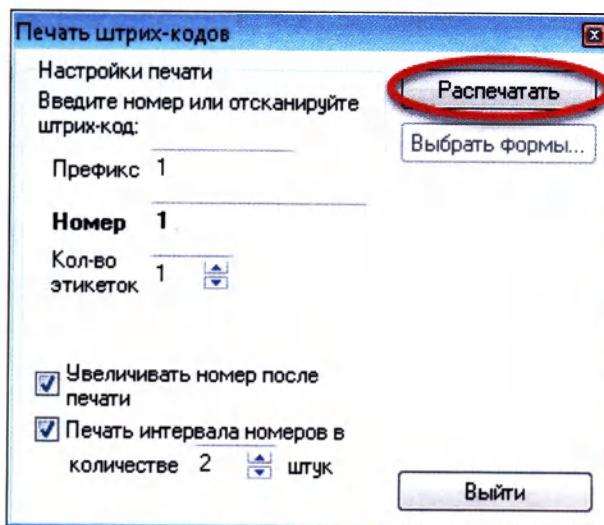

Рисунок 15.29
3. Нажмите кнопку «Распечатать» (Рисунок 15.29):